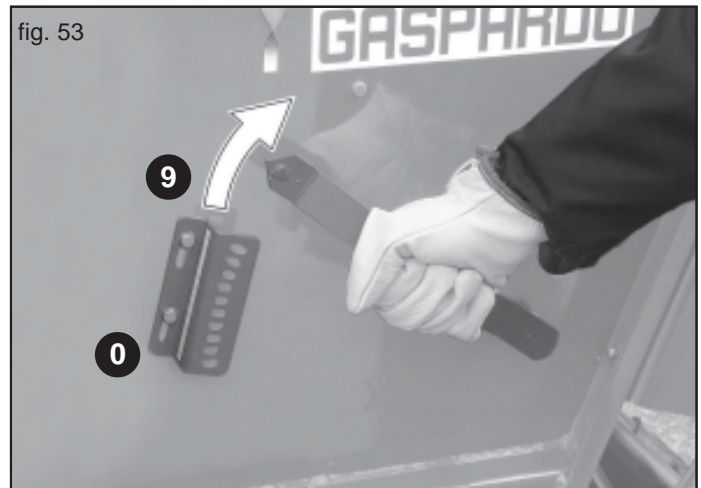

fig. 53
- Bei größeren Mengen wird empfohlen, die Kurbel am Getriebe zu verwenden, um die Rührwellenachse zu drehen und um somit die in die Sammelbehälter abgegebene Menge zu kontrollieren. Bei kleineren abzulassenden Mengen ist der Dosiererhebel über die Position 9 hinaus zu verschieben (Abb. 53).